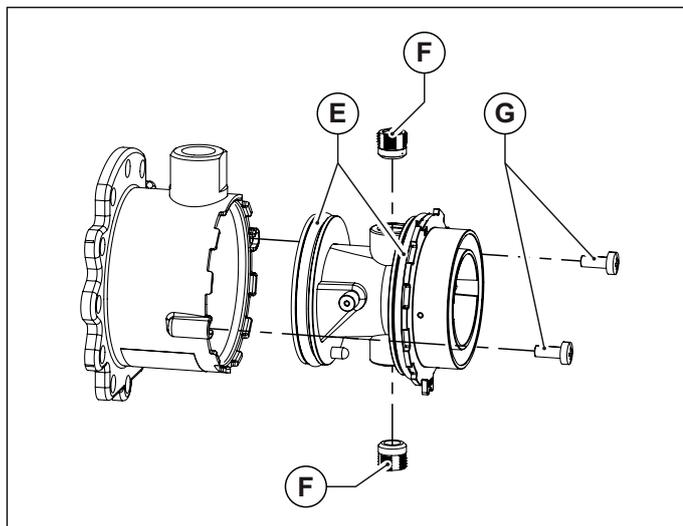
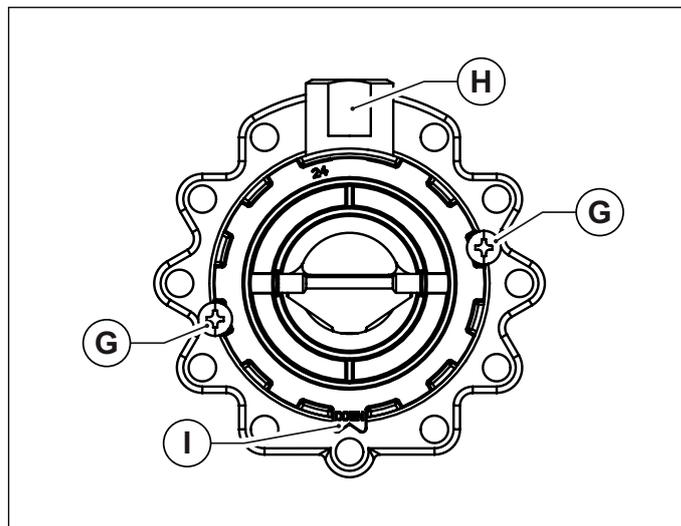

Fig. 27 Corpo in plastica del miscelatore
Fig. 28 Orientamento di montaggio
- Sfilare il corpo in plastica del miscelatore, svitando le due viti di fissaggio (vedi Fig. 27 Corpo in plastica del miscelatore).
- Svitare i due ugelli del miscelatore utilizzando una chiave a brugola da 6 mm (vedi Fig. 27 Corpo in plastica del miscelatore).
- Rimontare il corpo in plastica (Venturi) inserendolo nel miscelatore e avvitandolo con le viti di fissaggio, avendo cura di non danneggiare le guarnizioni o-ring che sono montate agli estremi del corpo in plastica (vedi Fig. 27 Corpo in plastica del miscelatore) e di rispettare l'orientamento di montaggio (vedi Fig. 28 Orientamento di montaggio).
- Montare il mixer riassembleto al ventilatore con le viti a brugola, avendo cura di riposizionare, fra mixer e ventilatore, l'o-ring di tenuta (vedi Fig. 27 Corpo in plastica del miscelatore).